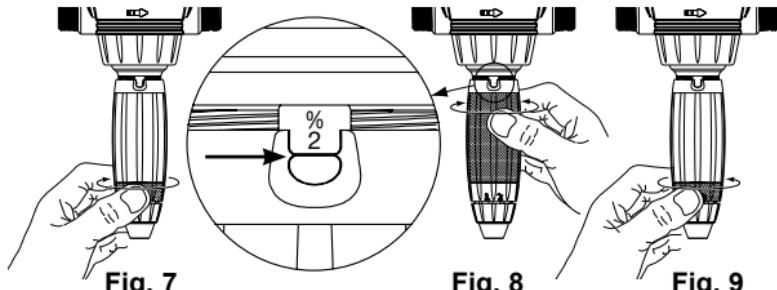

Fig. 7
- Desserrer la bague de blocage (**Fig. 7**).